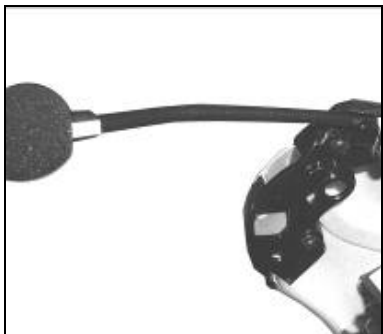

Fig. 10
- Placer le microphone dans son support (voir Fig. 10), en veillant à ce que le collier fluorescent soit tourné vers l'intérieur du casque.